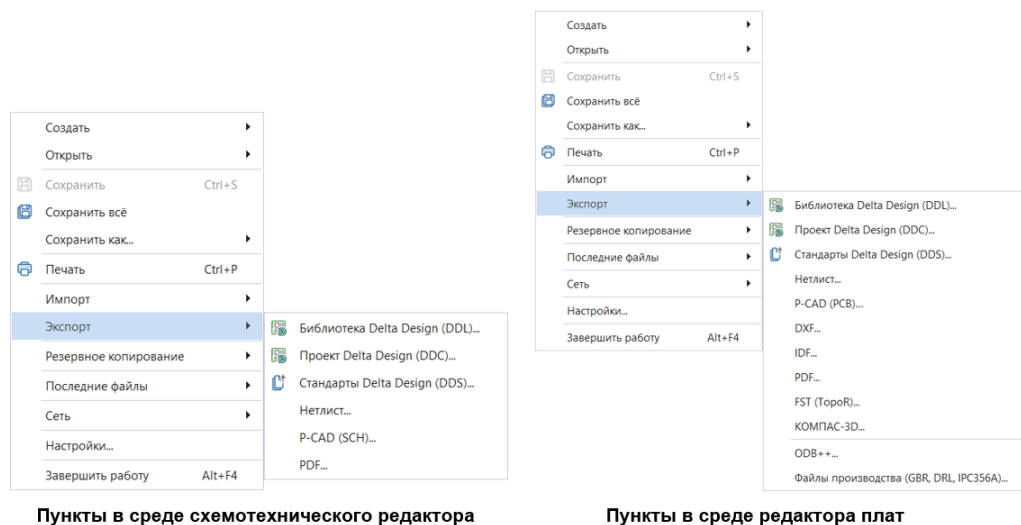

Рис. 22 Состав меню «Файл/Экспорт»
**Экспорт** – в разделе собраны инструменты конвертирования проектных данных в форматы текстовых файлов (см. Рис. 22).